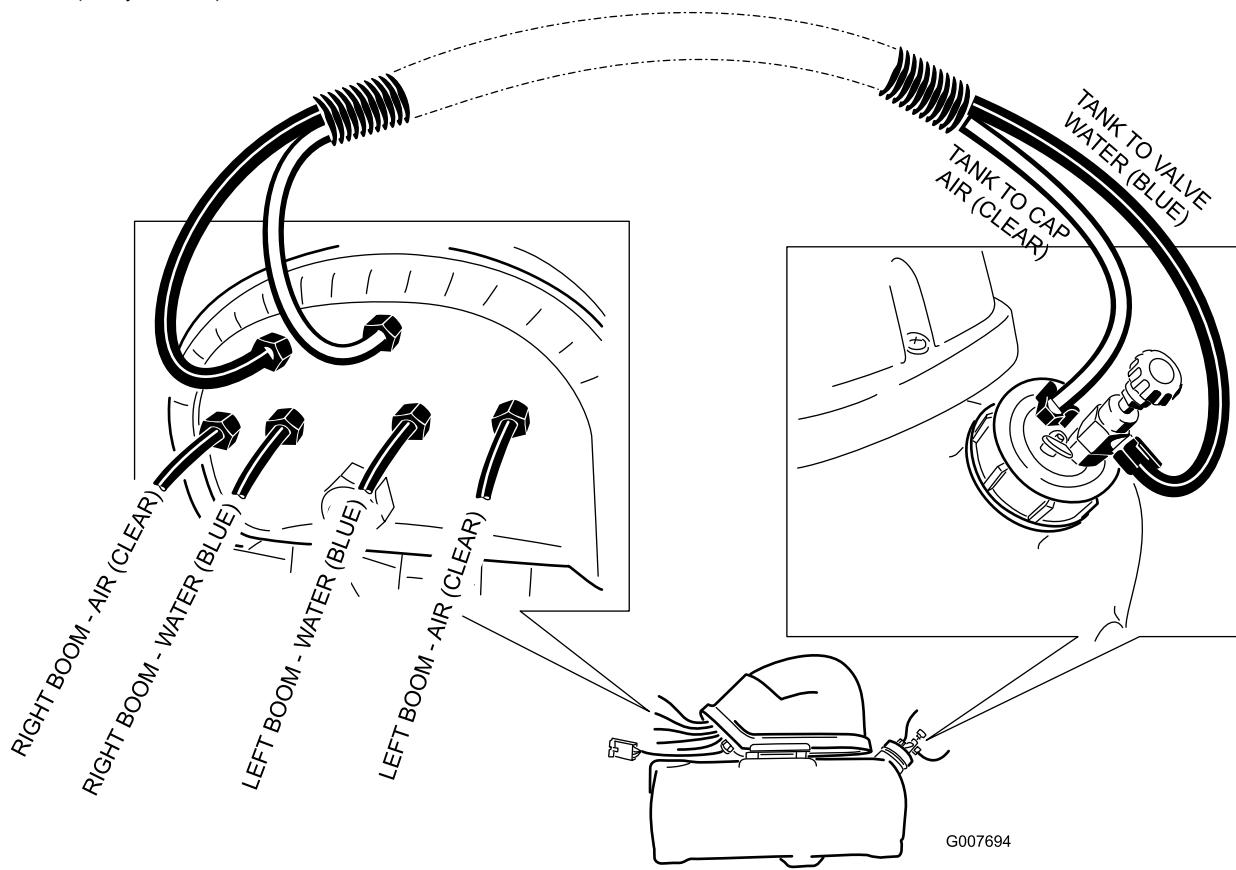

**Рисунок 16**
- Подсоедините синюю и прозрачную трубы к соответствующим верхним штуцерам компрессора (Рисунок 16).
- прозрачную трубки к штуцерам, как показано на (Рисунок 16).
- G. Найдите пенный шланг, проложенный к правой стреле, и подсоедините его синюю и прозрачную трубки к штуцерам, как показано на (Рисунок 16).